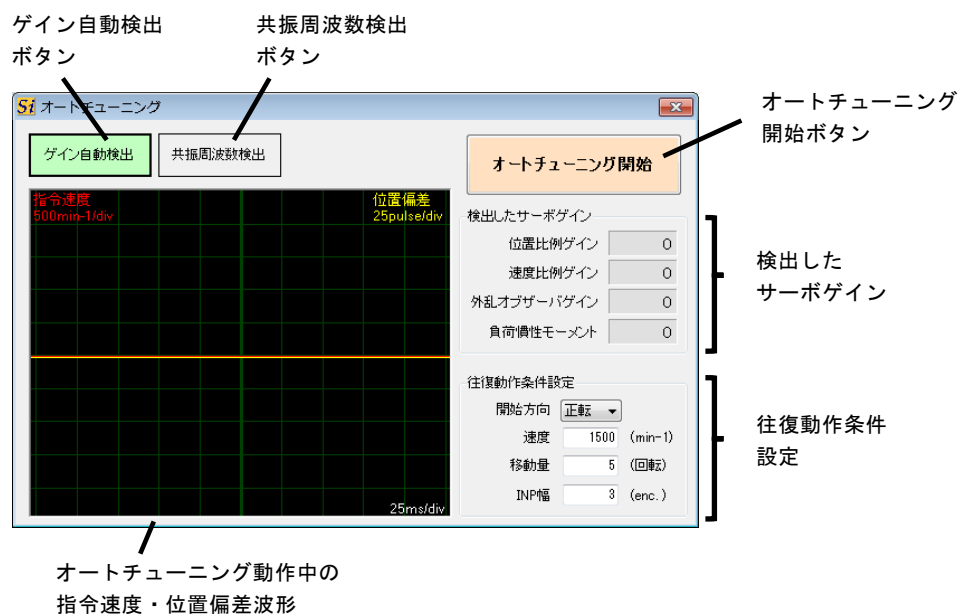
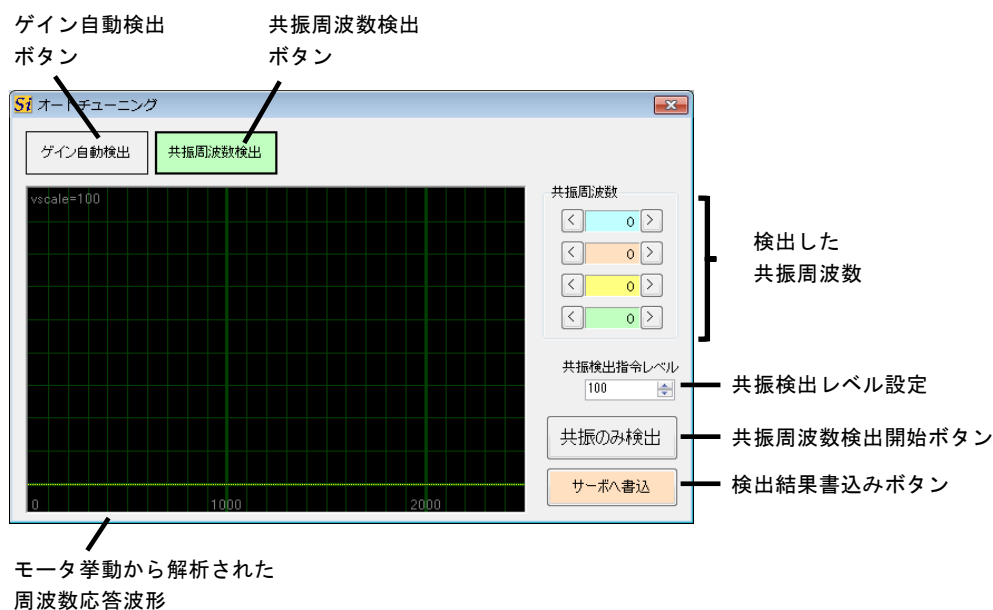

図 2 オートチューニング画面（ゲイン自動検出画面）
図 3 オートチューニング画面（共振周波数検出画面）
- ・ゲイン自動検出画面（図 2）：
- ・共振周波数検出画面（図 3）：
※図 2、図 3 の画面表示は ゲイン自動検出 ボタン、共振周波数検出 ボタンで切り替えが可能です。